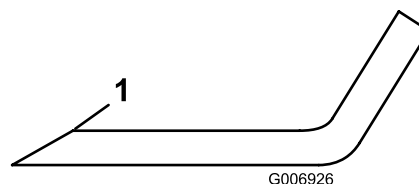

Figure 67
5. Examinez les tranchants de toutes les lames. aiguiser-les s'ils sont émoussés ou ébréchés. N'aiguiser que le haut du tranchant et conservez l'angle de coupe d'origine pour obtenir une coupe nette (Figure 67).
6. Si elles sont émoussées ou ébréchées, n'affûtez que le haut du tranchant et conservez l'angle de coupe d'origine (Figure 67).